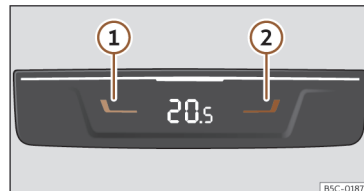

Fig. 111 Na parte traseira da consola central: comandos para os lugares traseiros.
• Pressione os botões **1** e **2** >>> **Fig. 111** para ajustar a temperatura da zona posterior.